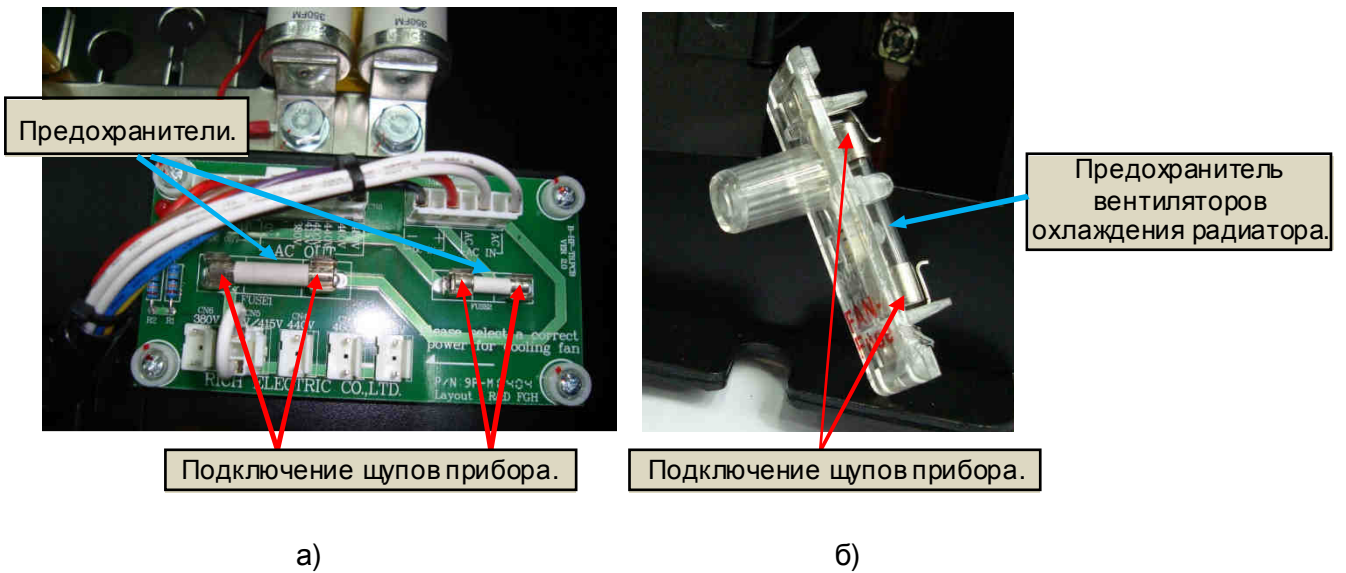

Рис. 4.23. Диагностика предохранителей на плате предохранителей и предохранителя вентиляторов охлаждения радиатора.
4.12.2. Аналогичным образом проверить предохранители на плате предохранителей (рис. 4.23а) и предохранитель вентиляторов охлаждения радиатора (рис.4.23б) (см. п.4.15 «Диагностика вентиляторов»). Показания прибора должны соответствовать нулевому сопротивлению (как и при закороченных щупах).
Если индикатор обрыва на держателе предохранителя светится при поданной команде «Пуск», необходимо вынуть держатель с предохранителем из его посадочного места, потянув на себя, и убедиться в его обрыве, подключив мультиметр в режиме измерения сопротивления (см. рис. 4.23б).